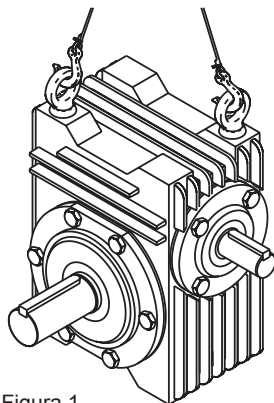

Figura 1
- ▶ Os redutores deverão ser movimentados, utilizando-se do parafuso de suspensão, conforme figura 1.